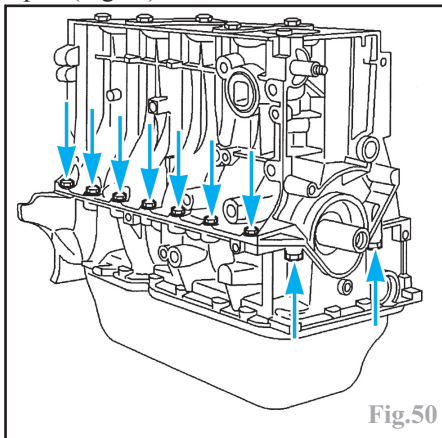
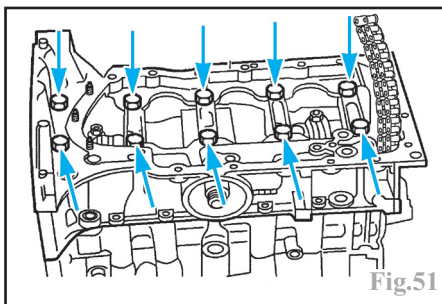

Fig.50
Fig.51
- les vis de fixation extérieure M6 et M11 du carter-chapeaux de paliers de vilebrequin (Fig.50).
- les vis de fixation intérieure du carter-chapeaux de paliers de vilebrequin (Fig.51).
- reposer le carter-chapeaux de paliers sur le carter-cylindres et serrer ses vis de fixation intérieure M11 (Fig.51) puis extérieure M6 et M11 (Fig.50).
Serrer les vis intérieures M11 du carter-chapeaux progressivement en spirale et en commençant par le palier central (Fig.51).